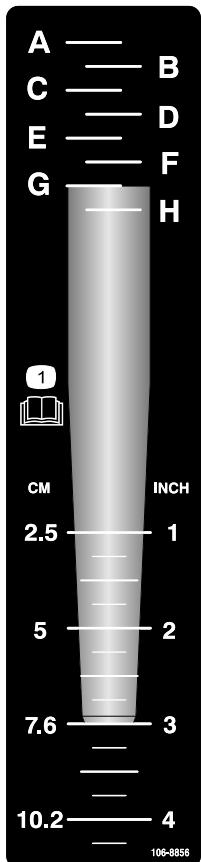

Figura 20
1. Coloque el taladro deseado en la pegatina de profundidad a la vez que alinea la punta del taladro con la profundidad de aireación deseada tal y como se muestra en Figura 20.
2. Determine la letra alineada con el extremo de montaje del taladro (Figura 20). Ajuste el control de profundidad a la letra correspondiente de la pegatina.